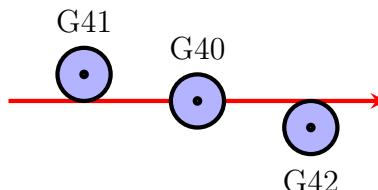

图 16: 刀补位置
- 5、 在数控铣床或加工中心上加工如图16所示的零件，试完成程序的编写。(试用 I、J、K 编写，凸台高 5mm)